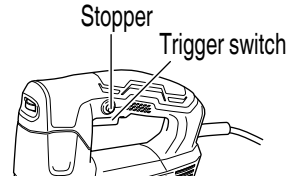

Fig. 4
7. Switch operation (**Fig. 4**)